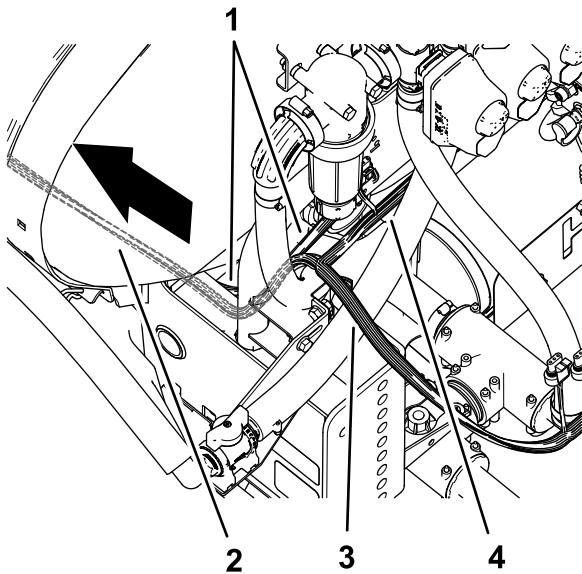

**Figure 78**
2. Acheminez les branches de 84 cm, 60 cm et 66 cm du faisceau du kit vers le côté gauche de la machine, en suivant le faisceau de câblage de la machine (Figure 78 et Figure 79).